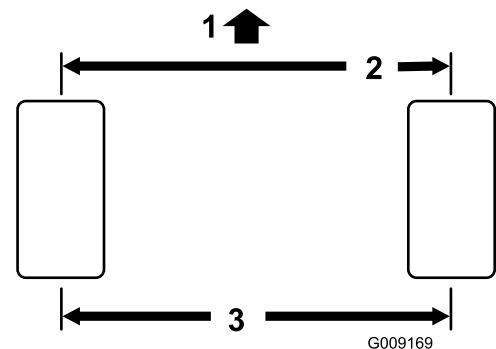

Bild 69
1. Messen Sie den Abstand vorne und hinten an den Lenkreifen Mitte-zu-Mitte (auf Achshöhe) (Bild 69).